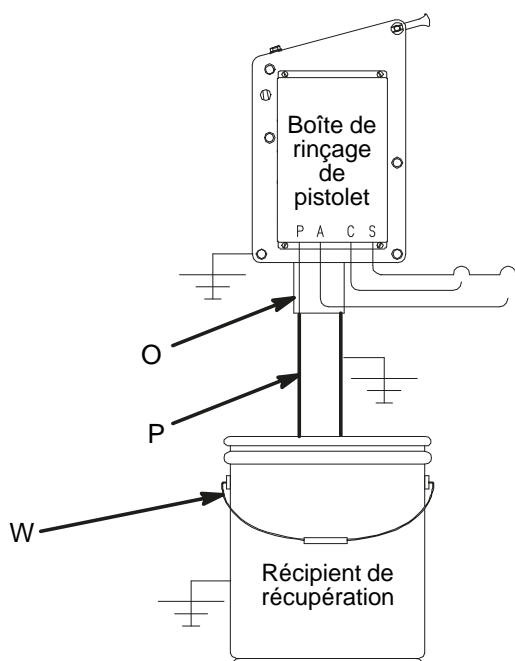

FIG. 6 : exigences relatives au réservoir à déchets fermé
Posez une section aussi longue que possible de tuyauterie droite en plastique ou métallique raccordée à la terre (P) entre la sortie du liquide de la boîte de rinçage de pistolet (O) et un réservoir à déchets fermé (W). Consultez la section FIG. 6.